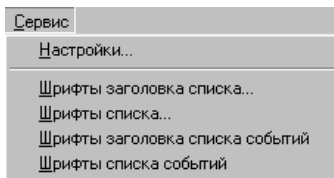

Рисунок 119
5.12.1 Сервисные функции ПО АРМ ДИ (рисунок 119) включают в себя настройки шрифтов, звуковых сигналов, пути хранения файлов графики и т.д.: